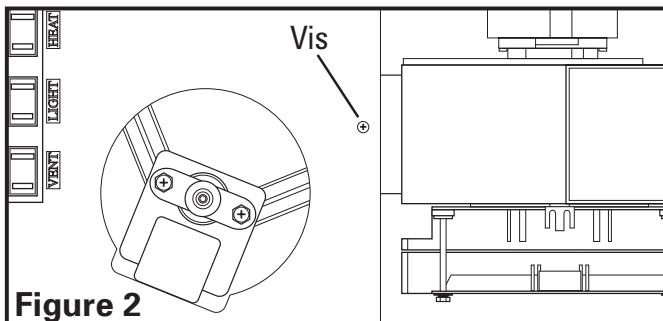

Figure 2
- Retirer l'ensemble venturi du ventilateur, lequel est fixé en place par une vis au travers du venturi (**Figure 2**). Garder l'ensemble venturi et la grille dans la boîte jusqu'à ce que vous en ayez besoin pour qu'ils ne soient pas endommagés ou perdus.